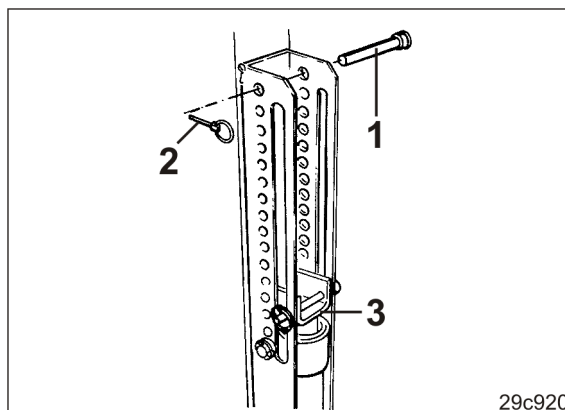

Fig. 177
3. Sæt bolt (Fig. 177/1) over anslaget (Fig. 177/3) i en af borerne i rækken af huller, og sørg for at sikre den med en ringsplit (Fig. 177/2).